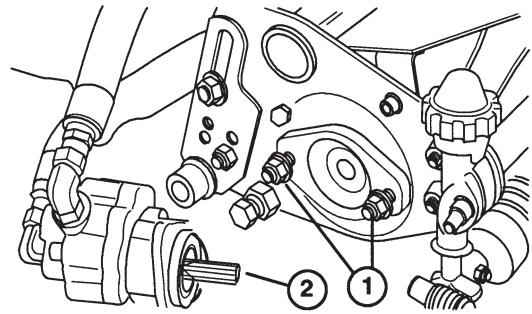

Bild 2
3. Bringen Sie die Befestigungsmuttern der Spindeltriebsmotoren an jedem Schneidwerk an. Lassen Sie ca. 1,2 cm Gewinde an allen Befestigungsbolzen sichtbar (Bild 2).
4. Entfernen Sie die Schutzkappen von den Schneidwerken und den Spindelmotorantriebswellen. Fetten Sie die Keilwelle des Motors mit frischem Fett ein und bringen den Motor durch Drehen im Uhrzeigersinn an, so dass die Motorflansche von den Bolzen entfernt sind. Drehen Sie dann den Motor entgegen dem Uhrzeigersinn, bis die Flansche die Bolzen umhüllen. Ziehen Sie jetzt die Befestigungsmuttern fest (Bild 2).